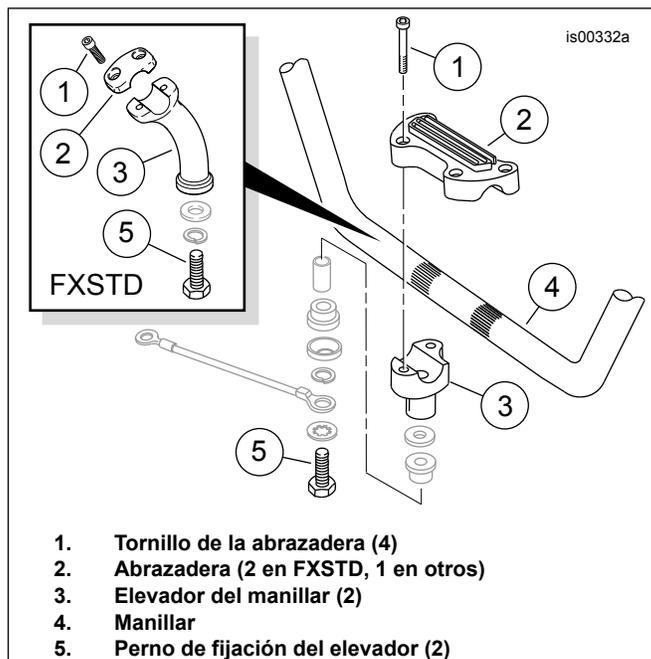
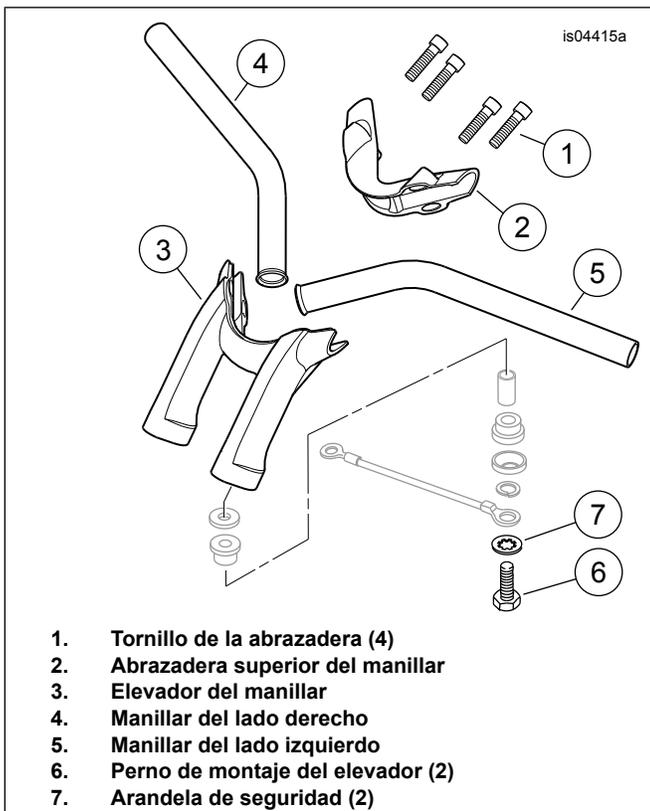

Figura 1. Abrazaderas y elevadores del manillar (modelos Dyna y Softail)
Figura 2. Abrazadera y elevador del manillar (modelos Rocker)
12. **Para todos los modelos Dyna y Softail a EXCEPCIÓN del Rocker (FXCW/C):** Vea Figura 1 . Retire y deseche los tornillos (1), la abrazadera superior (2) y el manillar (4). **Para los modelos Rocker (FXCW/C):** Vea Figura 2 . Extraiga y deseche los cuatro tornillos de casquillo con cabeza hexagonal (1) que sujetan la abrazadera superior del manillar (2) al elevador (3). Retire y deseche la abrazaderas. Quite los manillares (4 y 5) de la motocicleta.
14. **Para todos los modelos Dyna y Softail a EXCEPCIÓN del Rocker (FXCW/C):** Vea Figura 1. Quite los dos pernos de montaje del elevador (5) de debajo de la pieza de soporte superior de la horquilla. Retire y deseche los elevadores del manillar (3), pero guarde los elementos de sujeción de aislamiento restantes para su posterior instalación. **Para los modelos Rocker (FXCW/C):** Vea Figura 2. Quite y deseche los dos pernos de montaje del elevador (6) y las arandelas de seguridad (7) de debajo de la pieza de soporte superior de la horquilla. Retire y deseche el elevador del manillar (3), pero conserve los elementos de sujeción de aislamiento restantes para su posterior instalación. **En todos los modelos Dyna y Softail:** Siga las instrucciones de la sección "NUEVO CABLEADO INTERNO DEL MANILLAR".